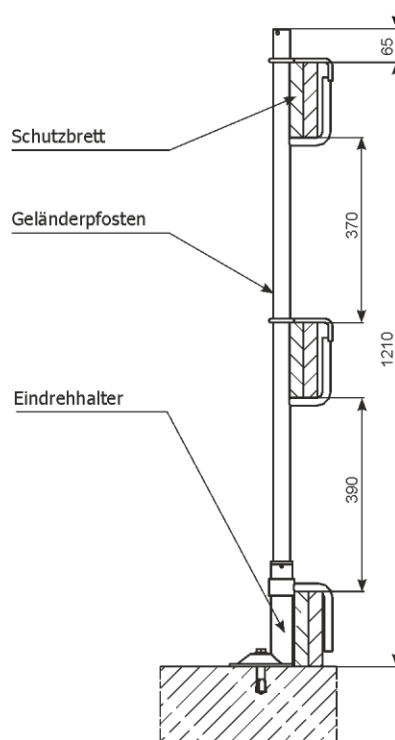

Abb. 54 Montage des Systems beim Einsatz der Einschraubhalterung
2.12 Montage der Einschraubhalterung (Abb. 54)